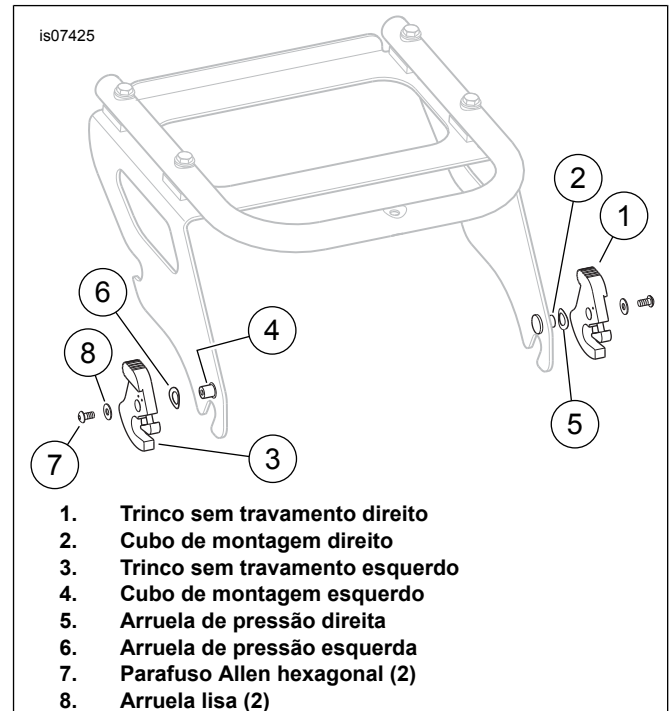
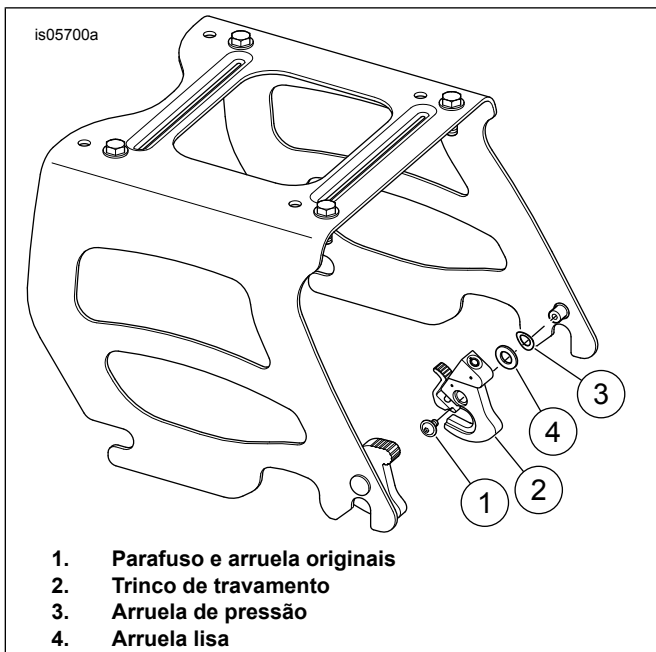

Figura 1. Troca do trinco (a configuração mostrada é antes da troca)
Figura 5. Instalação interna direita
1. Veja Figura 1 . Remova o trinco sem travamento direito (1). Deixe a arruela de pressão direita (5) no cubo de montagem direito (2).
2. Remova o trinco sem travamento esquerdo (3). Deixe a arruela de pressão esquerda (6) no cubo de montagem esquerdo (4). Instale o trinco sem travamento esquerdo (3) no cubo de montagem direito (2).
3. Instale o trinco sem travamento direito (1) no cubo de montagem esquerdo (4).
Suporte do Tour-Pak com passageiro	Ver Figura 1, Troca de trinco E Figura 5, Instalação interna direita
1. Veja Figura 5. Remova o trinco sem travamento direito e descarte-o.
2. Instale a arruela lisa (4) do kit sobre a arruela de pressão no cubo de montagem direito.
4. Instale o parafuso e a arruela originais (1).